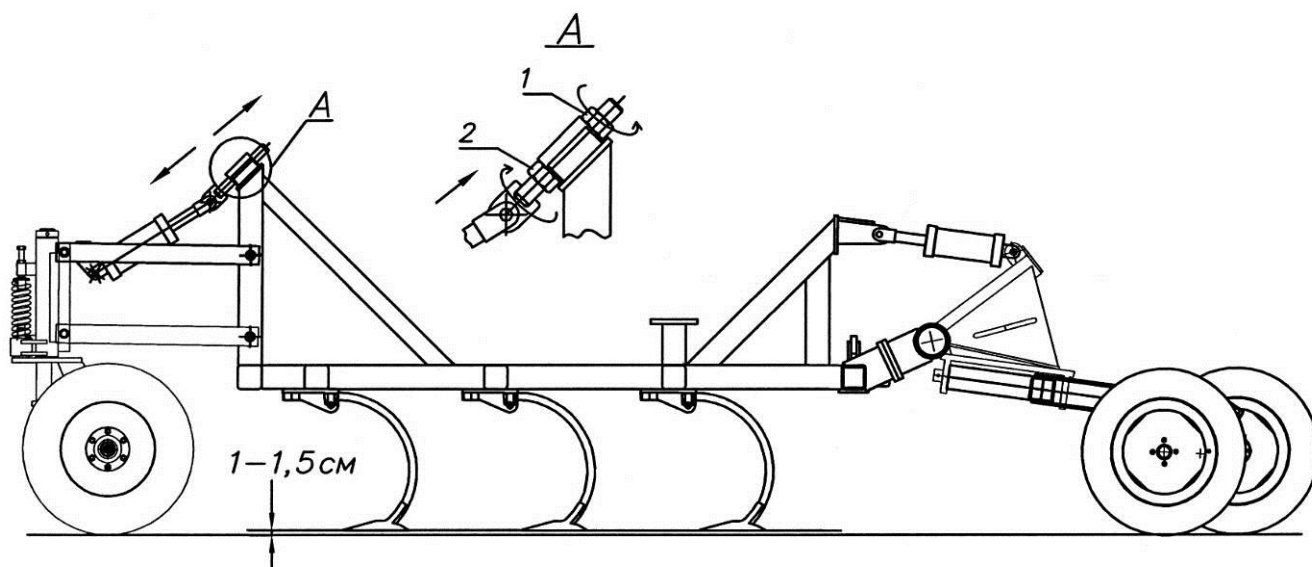

Рис. 6.4.8. Регулировка уровня сошников главной рамы
7. Опустить агрегат так, чтобы лемехи (лапы) главной и крыловых рам находились на уровне 1–1,5 см от земли (рис. 6.4.8).